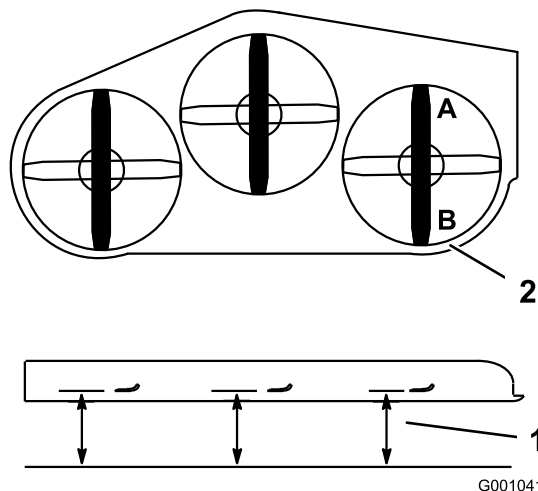

Bild 112
1. Stellen Sie das **rechte** Schnittmesser in Längsrichtung (**Bild 112**).
2. Messen Sie das rechte Messer an der Stelle **A** von einer ebenen Oberfläche bis zur Schnittkante der Messer (**Bild 112**).
4. Messen Sie das rechte Messer an der Stelle **B** von einer ebenen Oberfläche bis zur Schnittkante der Messer (**Bild 112**).
6. Das Schnittmesser sollte an Stelle **A** 6 mm bis 10 mm niedriger sein als an Stelle **B** (**Bild 112**). Sollte die Einstellung nicht richtig sein, machen Sie mit den folgenden Schritten weiter.